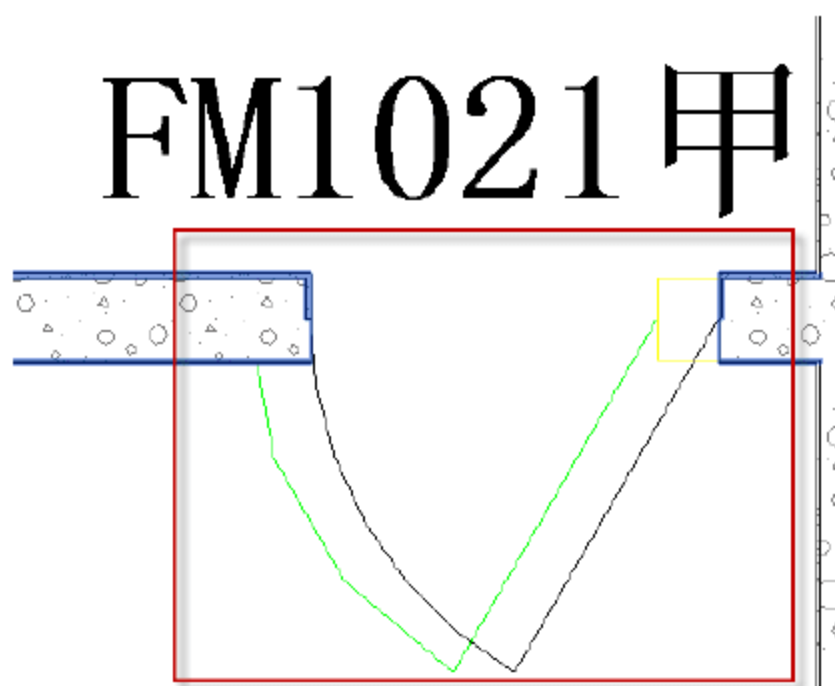

图 9.3.2 插入“FM1021 甲”族
(2) 插入“FM1021 甲”族。选择“建筑”→“门”命令（或者直接按快捷键 D+R），在相应的地方插入族，如图 9.3.2 所示。